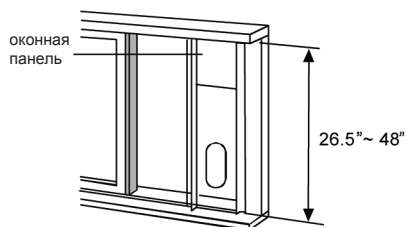

Рис. 15
2. Установите регулируемую оконную вставку на подоконнике. Отрегулируйте длину оконной вставки в зависимости от ширины окна. Укоротите регулируемую вставку, если ширина окна меньше 27". Откройте скользящую оконную створку и поместите регулируемую оконную вставку на подоконник (см. рис. 15).